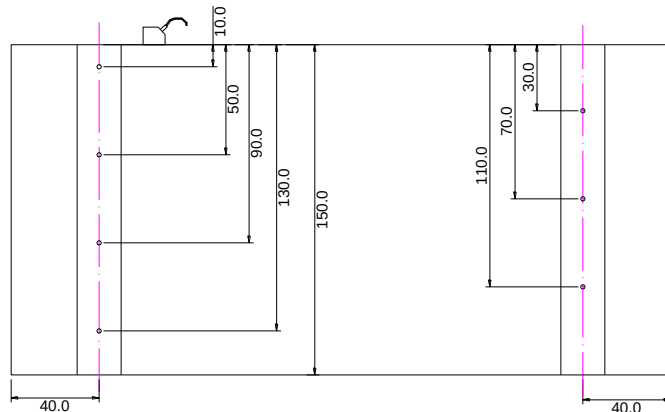
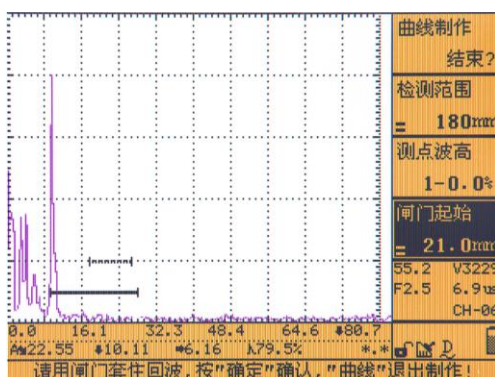
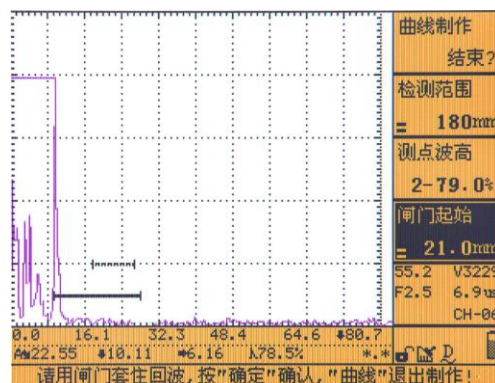

图 4.1
图 4.4
图 4.5
试块：CSK- I A, CSK-III A （图 4.1）
2、将探头放置在 CSK-III A 试块上，如图 4.1，对准第一个测试孔(10mm 深度的孔)，旋转旋轮移动闸门锁定此回波，移动探头直到找到最高回波，按【自动增益】键，使得锁定回波达到 80%，如图 4.4 所示，此时，单击【确认】键，仪器自动记录下该波峰的高度和位置，完成该点的测试，仪器画出一段曲线，如图 4.5 所示。